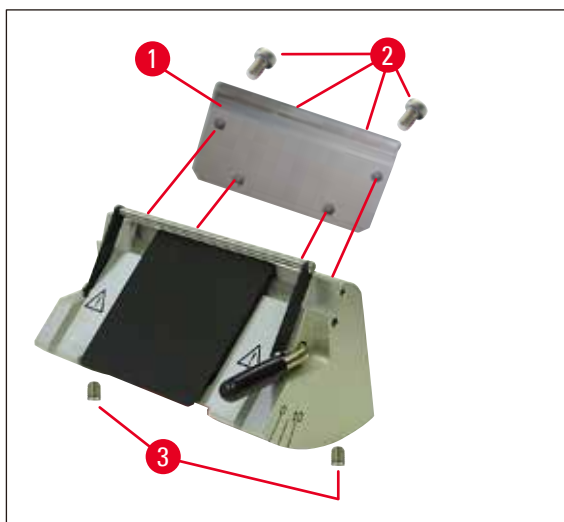
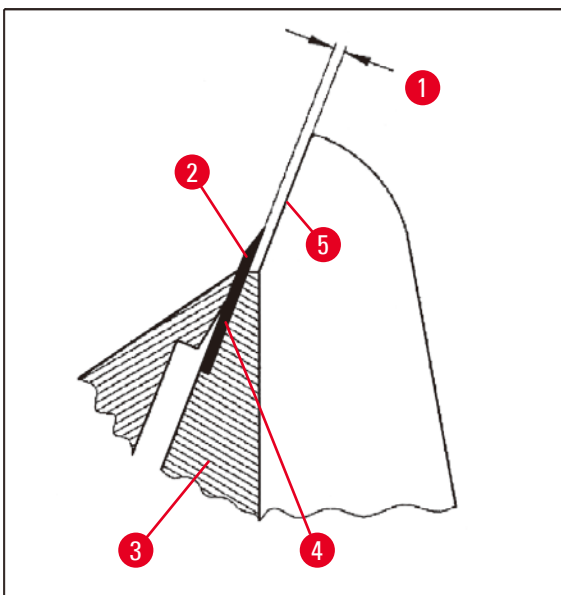

Fig. 34
Fig. 35
- Durante el montaje, verificar que los bordes superiores de la placa de presión anterior (→ Fig. 40-4) y posterior (→ Fig. 40-2) estén paralelos y a la misma altura (véase la (→ pág. 45 – Fig. 34), (→ pág. 46 – Fig. 35)). Si resulta necesario, ajustar las placas de presión (→ pág. 49 – 5.9.10 Vista general - accesorios).